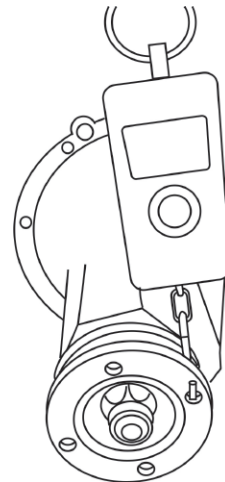

Рис. 3
3) Набором регулировочных колец [2, 3] добейтесь полного отсутствия люфтов, легкого и плавного (без рывков и заеданий) проворачивания ведущей шестерни. Момент страгивания фланца ведущей шестерни за крепежное отверстие фланца кардана 2-3 кг, если установлены новые подшипники, и 1-2 кг, если подшипники эксплуатировались ранее (рис. 3).